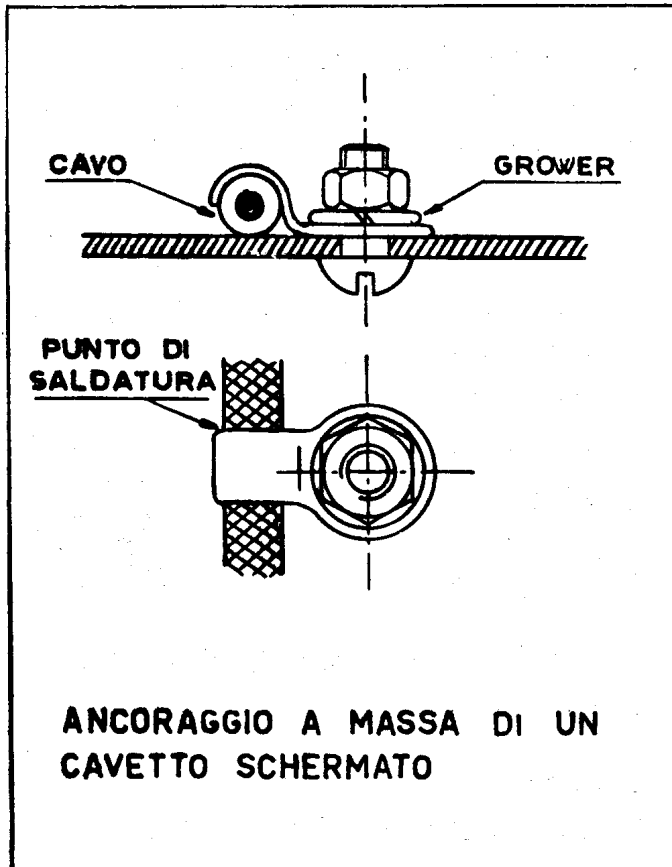

Fig. 3
La paglietta **ABBRACCIA** il conduttore al quale viene saldata (fig.3).
4) - Sistemazione dei fili schermati. Questi ultimi devono essere ben ancorati al telaio (fig.3) e la calza schermante deve essere saldata a massa in un punto, in modo da garantire un buon effetto schermante. Si deve evitare che i fili della calza schermante tocchino il conduttore interno.